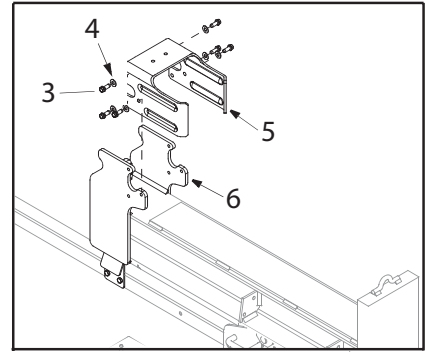
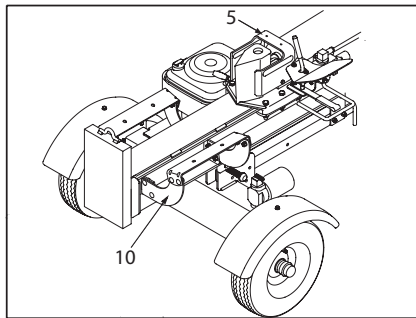

Fig.7
Fig.9b
- Détachez le racloir (5) du chevalet support (6) soudé ; pour ce faire, retirez les six vis (3) et les rondelles intercalaires (4). Figure 7
- Montez à nouveau le racloir (5) au-dessus du sous-ensemble à coin et vissez-le à fond, à l'aide de la quincaillerie préalablement enlevée (voir la figure 7), contre le chevalet support soudé. Figure 9b
- Desserrez le collier (2) à l'extrémité libre du flexible de retour et retirez l'insert protégeant l'extrémité du flexible.
- Fixez à nouveau la béquille (10) contre le côté à vanne de commande de la colonne de fendage ; ce faisant, alignez les extrémité de la béquille contre les brides de colonne. Voir la figure 9b.